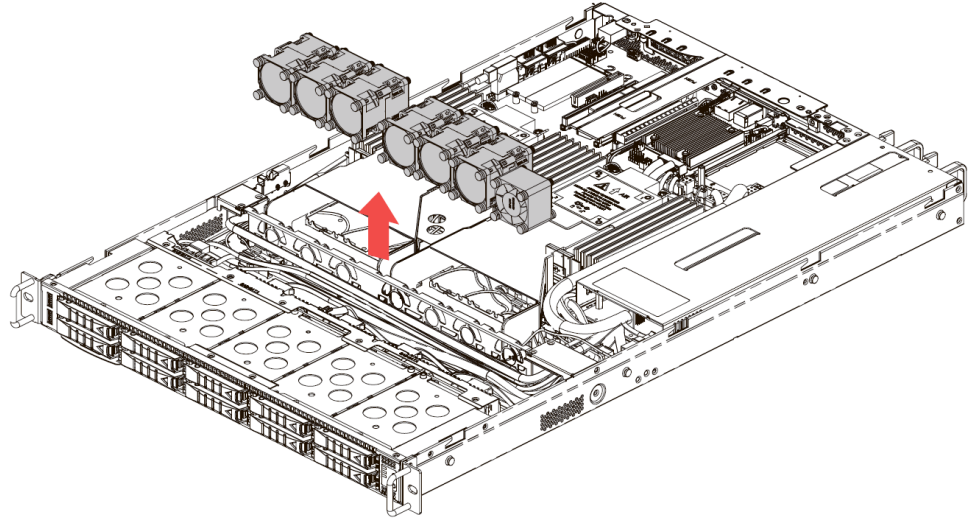

*Рисунок 18 – Установка блока питания*
- Вставьте замененный блок питания в шасси. Убедитесь, что модуль закреплен в корпусе сервера (см. Рисунок 18).